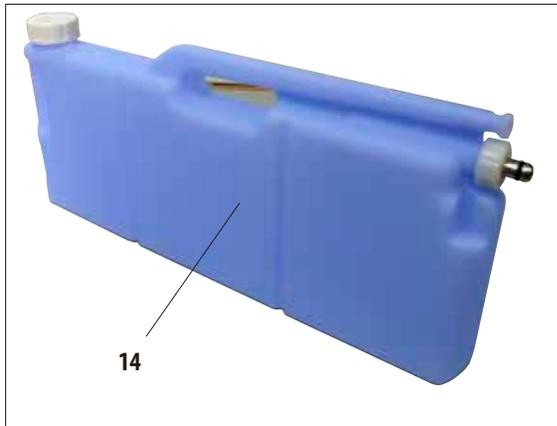

Abb. 52
- Die Kondensatflasche (**14**, Abb. 52) ist in der Form und beim Anschluss genau so gestaltet wie die Systemflasche. Zur Unterscheidung ist sie aus blauem Kunststoff gefertigt.